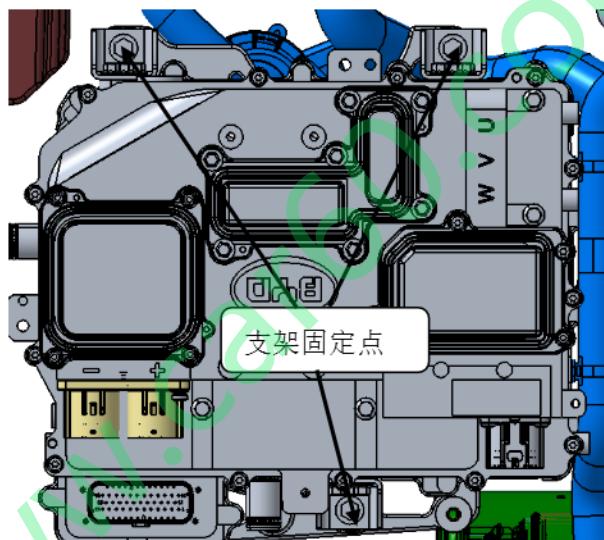

图 6.10
步骤⑦ 将二合一电控总成与支架连接的 3 个螺栓拧松，取下来（图 6.10）。